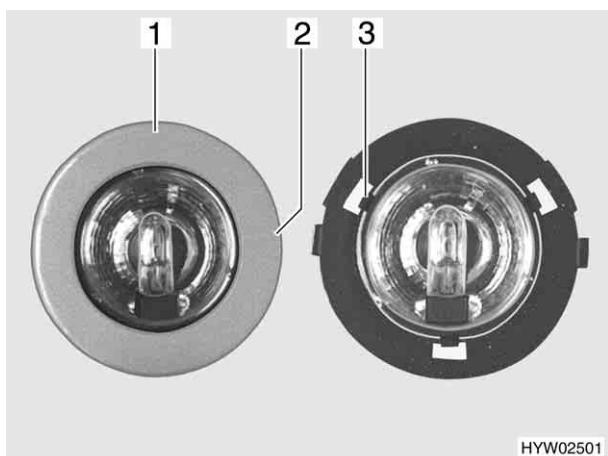

Fig. 123 Lampada alogena
- Girare lentamente il diaframma (Fig. 123,1) finché il nasello (Fig. 123,2) dell'involucro non si arresta a scatto nella scanalatura sottostante del diaframma.
- Tre griffe (Fig. 123,3) tengono ferma la lastra di vetro della lampada alogena nell'involucro. Spingere di lato una delle tre griffe.